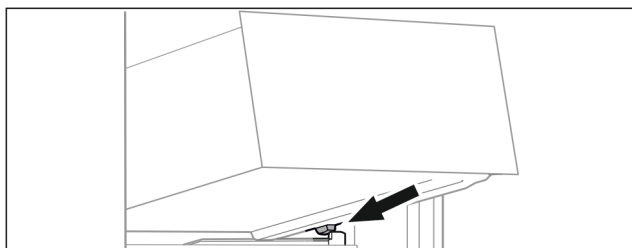

Fig. 90
- ▶ Nasadte zásuvku šikmo za zarážky na žebrování na nádoby. (viz Fig. 90)